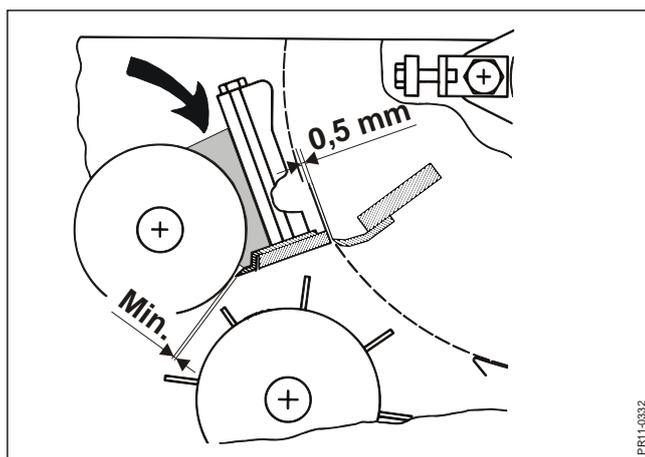

Abb. 4-18
**Abb. 4-18** Manchmal können sich Erntegutteile (kleine Partikel) im gekennzeichneten Bereich ansammeln. Diese können sich so verdichten, dass es zu einer Überlastung des Getriebes kommt, das die Walzen antreibt.